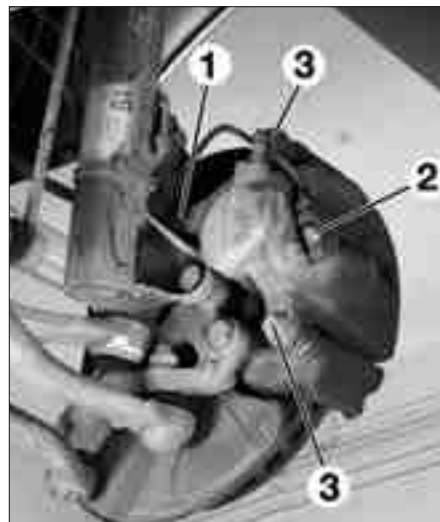

FIG. 3
- Desconectar el flexible (1) de la pinza (fig. 3).